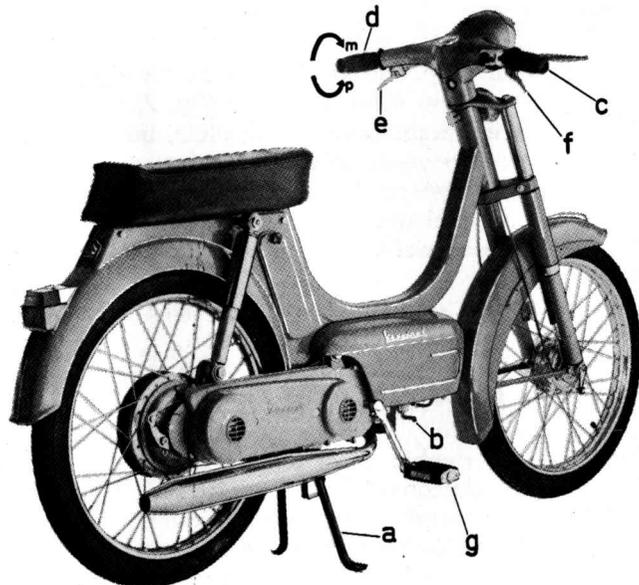

Fig. 7.—Puesta en marcha.
1.º) Arranque con vehículo sobre caballete (fig. 7).
- Girar el puño cambio en el sentido de la flecha **p**, fig. 7. De esta forma hemos desconectado la transmisión del motor a la rueda.
Situar el puño cambio en el sentido de la flecha **p**, fig. 7, y pedalear.